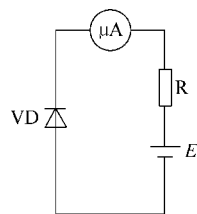

图 2-34 二极管应用
1) 在实际应用中,最大整流电流一般应大于电路电流 2 倍以上,以保证二极管在应用中不被烧毁,如图 2-34 所示。